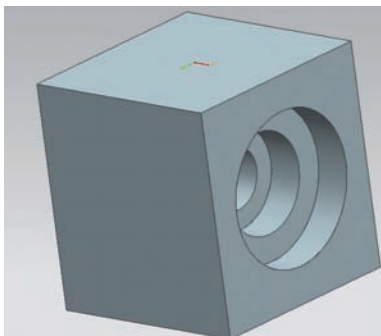

图 9
(3) 在大正方体工件面1上钻孔：如图9所示，使用中心钻对工件端面钻一个深度为3mm左右的中心孔。换上直径6mm